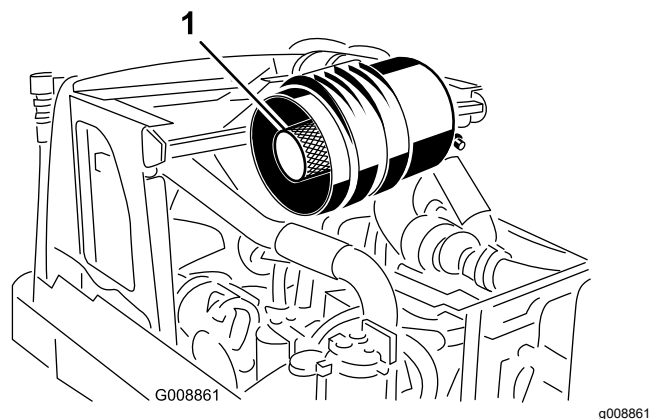

図 48
**重要** 安全フィルタは清掃しないでください。安全フィルタは、1次フィルタの3回目の整備時に交換してください 図 48。